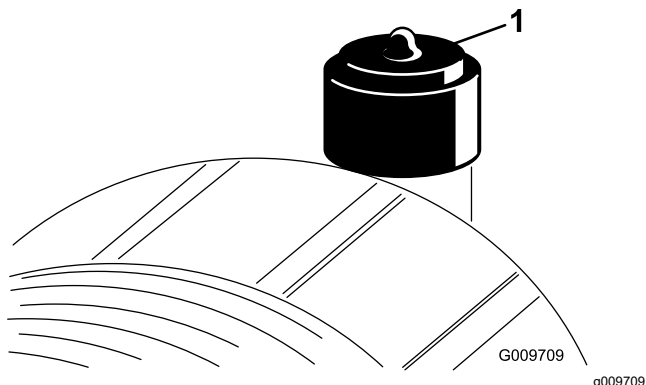

Figura 42
Effettuate la manutenzione del filtro dell'aria quando l'indicatore (Figura 42) lo richiede. Sostituendo il filtro dell'aria prima del necessario si aumenta il rischio che la morchia penetri nel motore quando si toglie il filtro.
2. Se la spia (Figura 42) è rossa, resettatela.